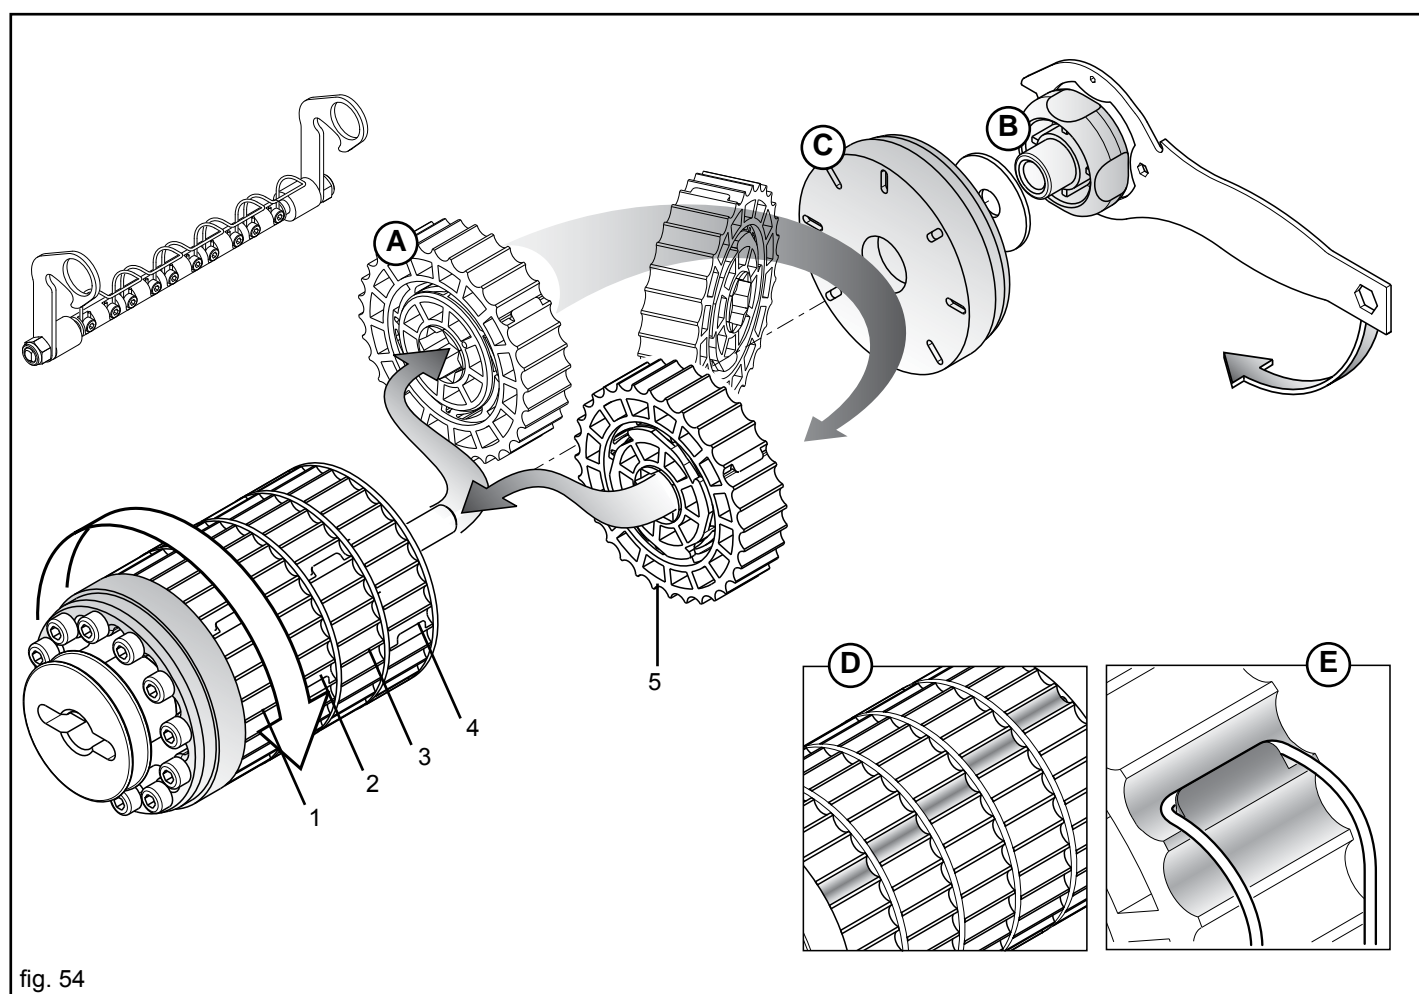

fig. 54
Dit d'abord que chaque secteur (A, Fig. 54) distribue le 20% de produit de l'entier roulement distributif, est possible d'augmenter les secteurs en travail et réduire la vitesse de rotation de la boîte de vitesse, en obtenant une distribution homogène.
Après avoir démonté le roulement de dosage de l'équipement, utiliser la clé en dotation pour dévisser la pomette (B, Fig. 54) et enlever l'embout de blocage (C). Ôter le secteur ou les secteurs à activer et monter renversés de 180° en respectant les positions (1-2-3-4-5, Fig. 54).
Pour monter les secteurs, faire de façon que en conditions de travail ceux actifs présentent les gorges distributives ne soit pas alignées (D, Fig. 54), pour garantir la continuité à la distribution.
Bloquer l'élément nettoyant dans la position de travail, en vérifiant que les ressorts crochètent les respectifs secteurs exclus (E, Fig. 54) en bloquant la rotation et donc la distribution.